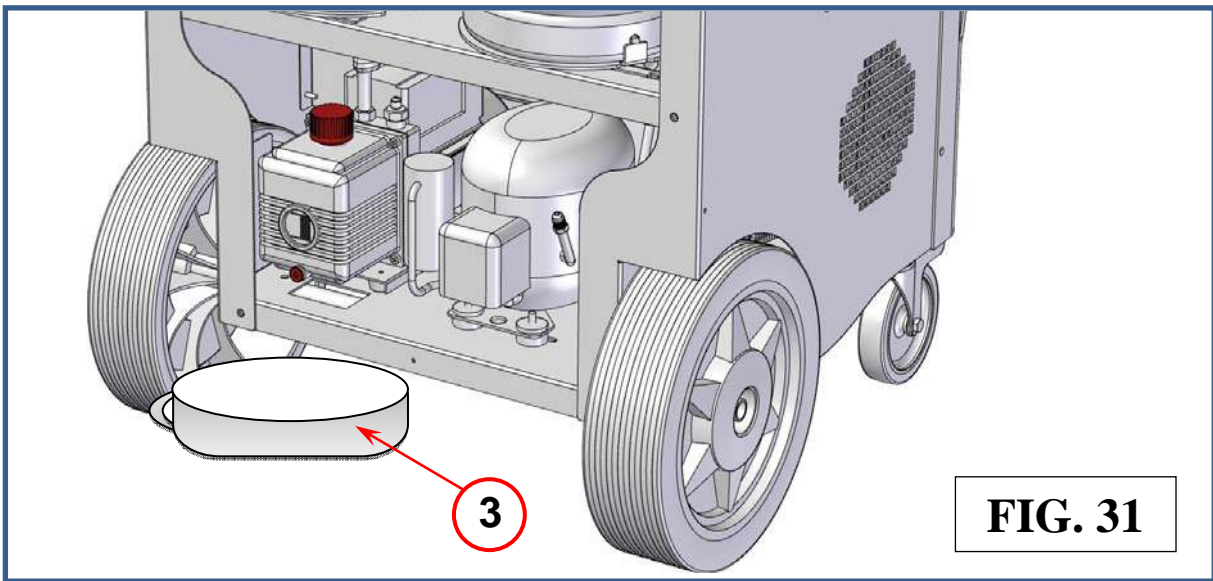
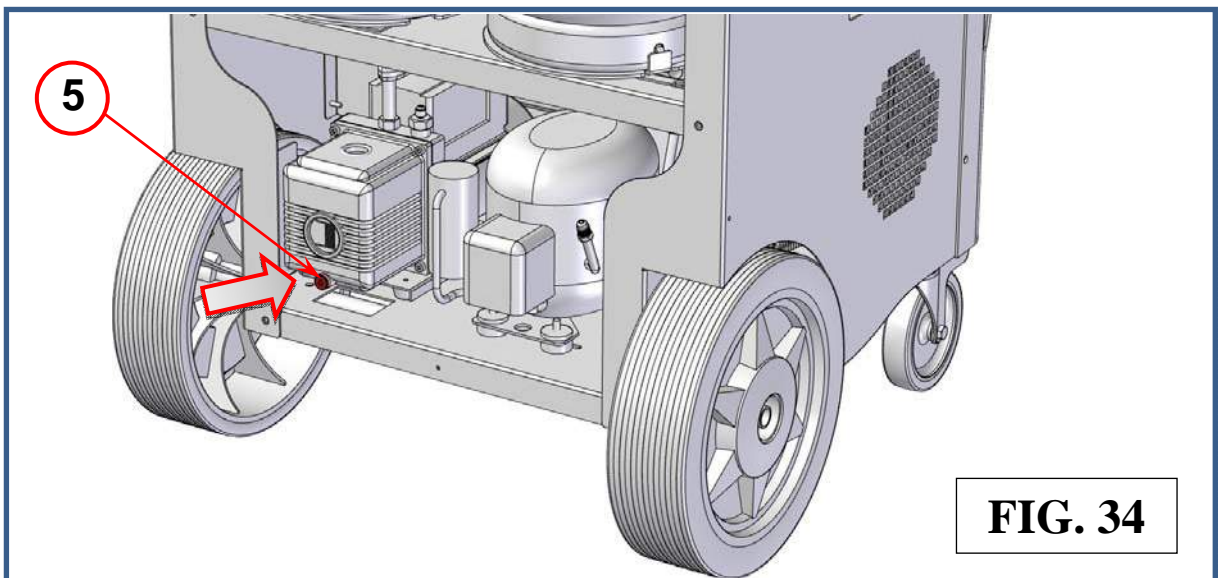

FIG. 31
FIG. 34
- 3) Colocar un recipiente (ref 3, Fig.31) debajo del tapón de drenaje (ref 5, Fig.34).
7) Cerrar el tapón de drenaje (ref 5, Fig.34).